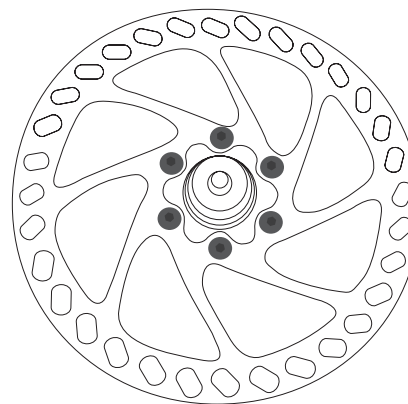
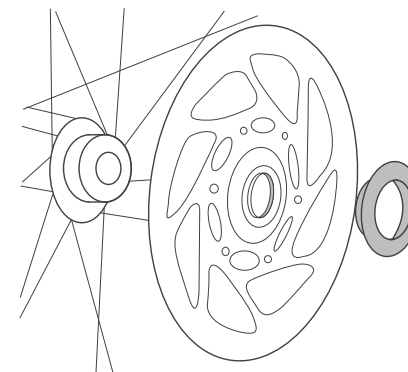

Figura 3. Parafusos do rotor
Figura 4. Porca de bloqueio central
Para rodas com freios a disco, certifique-se de que a fixação do rotor do freio (Figura 3 ou Figura 4) esteja segura:
- Aperte os parafusos do rotor (Figura 3) a 5-6,2 Nm (45-55 Lb•pol).
- Aperte uma porca de pressão central (Figura 4) a 40,2 Nm (350 Lb•pol).